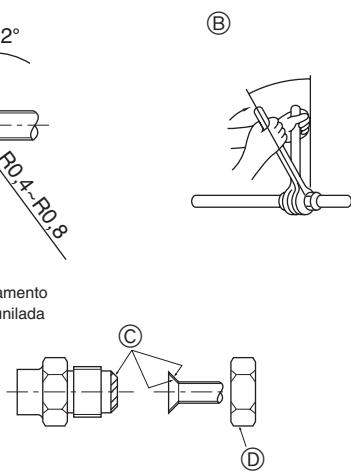

Fig. 4-1
4.2. Tubos de ligação (Fig. 4-1)
- Aplique uma fina camada de óleo refrigerante ao tubo e à superfície de costura da junta antes de apertar a porca do tubo. ④
- Aperte os tubos de ligação com duas chaves. ⑤
- Aplique óleo de máquina refrigerante em toda a superfície de encaixe de afunilamento. ⑥
- Utilize as porcas afuniladas para o tamanho de tubo que se segue. ⑦
Ⓐ (Fig. 4-1)
Ⓑ (Fig. 4-1)